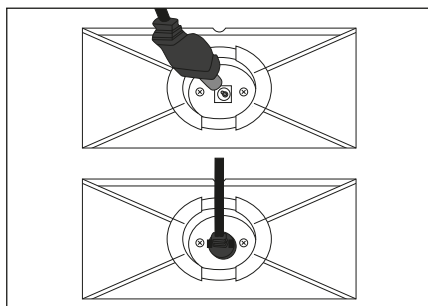

Fig. 5
- 2) Inserire lo spinotto cavo **11** dell'alimentatore **10** nell'attacco sul lato inferiore del supporto apparecchio **17**. Far passare il cavo dell'alimentatore **10** attraverso la fessura sul lato posteriore della base di ricarica **15** (vedere fig. 5).